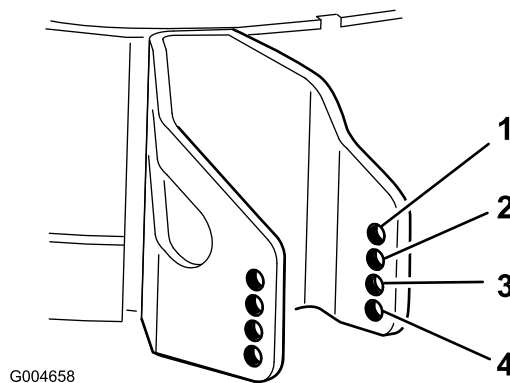

Figura 46
4. Scegliete il foro in modo da posizionare il rullo antiscampo all'altezza di taglio corrispondente più vicina all'altezza richiesta (Figura 46).